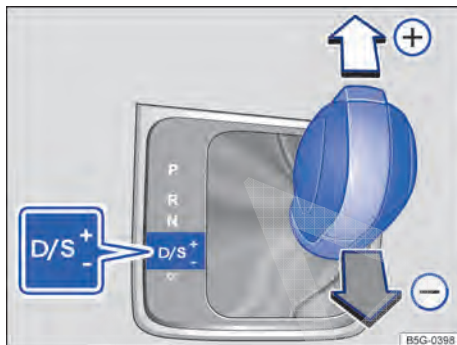

Fig. 127 Alavanca seletora na posição Tiptronic.
- Mover a alavanca seletora para frente (+) para trás (-) para aumentar ou diminuir a marcha → Fig. 127.